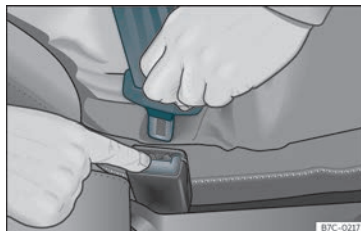

Fig. 10 Rilasciare la linguetta della chiusura della cintura.
- Premere il tasto rosso della chiusura »» fig. 10. La linguetta uscirà dalla chiusura.